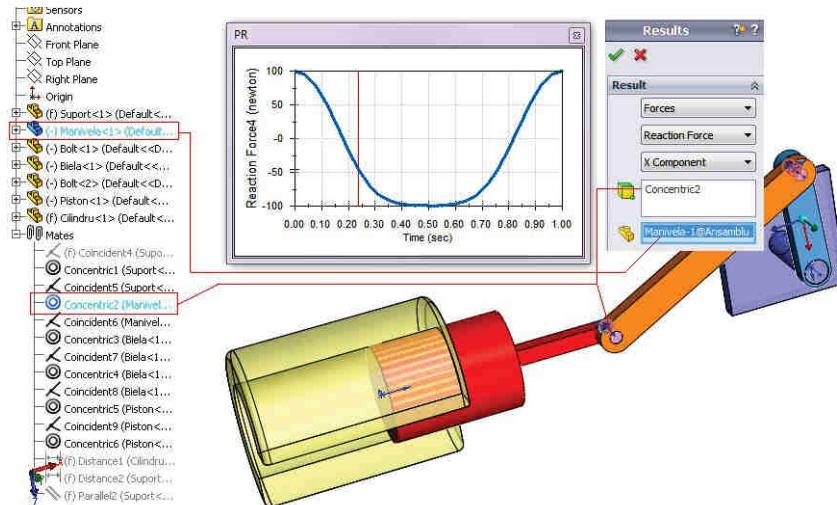

Fig. 17.49
- Click **Results and Plots** pentru a afișa variația forței  $P_R$  funcție de timp, fig. 17.49, definită prin opțiunile:
- Click **Results and Plots** to view the force curve  $P_R$  as a function of time, fig. 17.49, defined by: